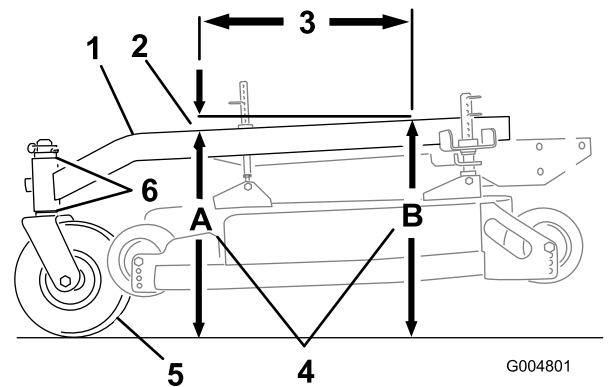

Bild 54
Über die Länge von 61 cm muss der Trägerrahmen eine Neigung von 3 bis 9 mm aufweisen (Bild 54).
- Messen Sie eine Länge von 61 cm auf dem Trägerrahmen (Bild 54).
- Messen Sie die Höhe des Trägerrahmens an Stelle **A** (Bild 54).
- Messen Sie die Höhe des Trägerrahmens an Stelle **B** (Bild 54).
- Die Höhe an Stelle **A** muss 6 bis 10 mm niedriger sein als an Stelle **B** (Bild 54).
- Bewegen Sie bei einer falschen Einstellung des Trägerrahmens die Distanzstücke an den Laufrädern, bis eine Neigung von 6 bis 10 mm besteht (Bild 54). Verlegen Sie die Distanzstücke von oben oder unten, um die korrekte Neigung herbeizuführen.